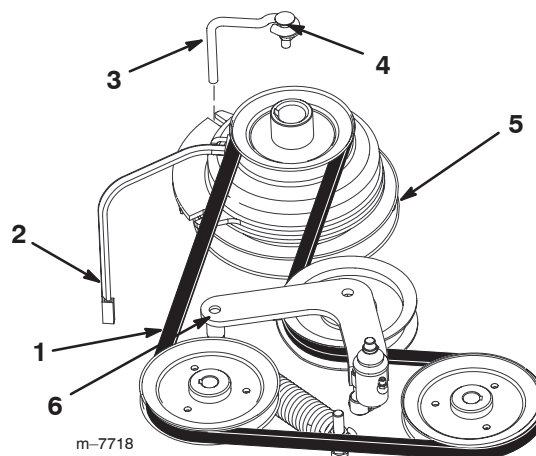

Figure 58
2. Retirez le boulon de la butée de l'embrayage et débranchez le fil de l'embrayage électrique (Fig. 58).
4. Déposez la courroie de transmission des poulies du moteur et de la pompe hydraulique (Fig. 58).
5. Installez la courroie neuve sur les poulies du moteur et de la pompe hydraulique (Fig. 58).
7. Relâchez le bras de renvoi (Fig. 58).